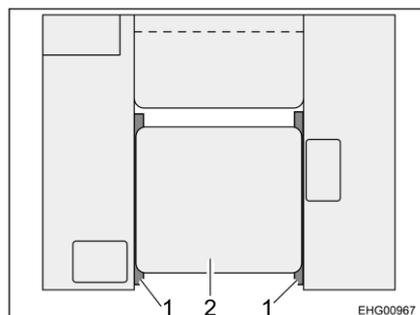

Fig. 66 Configuration des meubles dînette arrière
- Abaisser la table jusqu'à ce que le plateau (Fig. 66,2) repose sur les baguettes d'appui (Fig. 66,1) des deux banquettes latérales (les coussins d'assise doivent éventuellement être enlevés pour cela).